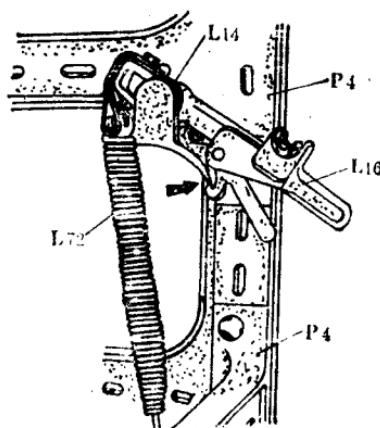

图2-5
(8) 在卸取吊综管 (MS009) 时, 卷布辊应放稳在伸子杆与胸梁之间, 防止落下, 随即放松两侧卷布辊支撑脚 (L16), 以免发生事故, 见图2-5。